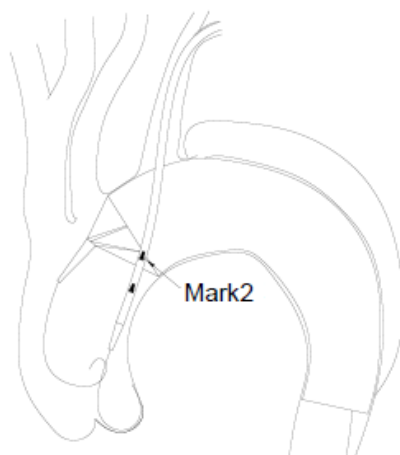

Figura 12: posicionamiento previo a la liberación del endoprótesis de la rama aórtica
- 1) El sistema de stent de la rama aórtica se hace avanzar a lo largo de la guía de 0.035 pulgadas hasta el arco aórtico según el tamaño correspondiente de la vaina introductora, de modo que el stent Mark2 se extienda más allá del borde injertado de la Endoprótesis Aórtica, como se muestra en la Figura 12.